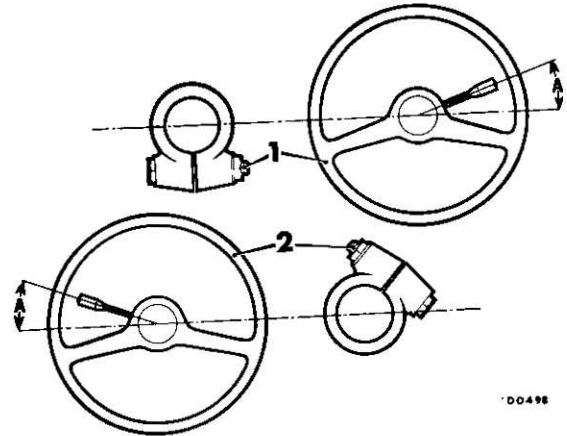

Fig. J.2
- (24) Modelli Mk. II - Riattaccare il piantone al pignone della cremagliera ed orientare il bullone del collare come è indicato nella figura J.2. Stringere il bullone alla coppia prescritta (Ved. CARATTERISTICHE PRINCIPALI).
- (25) Sollevare il piantone ed introdurre
- (26) Riavvitare la colonnetta di ritorno a zero del deviatore delle luci di direzione. In corrispondenza della colonnetta il piantone deve avere un diametro compreso tra mm 29,87 e 30,35. Assicurarsi che la testa longitudinale della colonnetta sia parallela al piantone e stringere a fondo il controdado. Stringere il fermaglio del piantone alla piastra della plancia.
- (27) Assicurarsi che il tubo esterno ed il deviatore delle luci di direzione siano disposti come indicato nella figura J.2, vale a dire con la colonnetta di ritorno a zero a mezzavia tra le due posizioni di sgancio.
- (28) Stringere i due dadi di ciascun cavallotto di fissaggio della cremagliera, avvitandoli di mezzo giro alla volta sino a serraggio completo.
- (29) Modelli Mk. II - Rimuovere la spina di centraggio della cremagliera e riavvitare il tappo di nailon nel foro.
- (30) Completare il riattacco eseguendo nell'ordine inverso le corrispondenti operazioni del distacco.